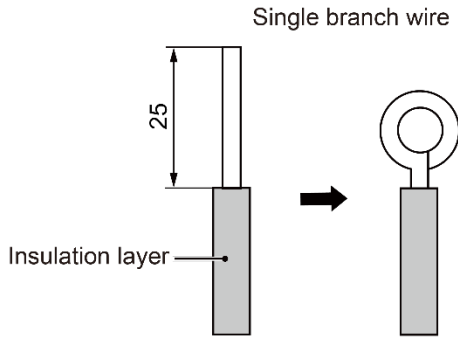

Fig.5.1.1
(1) Conexión del cable (como se muestra en la Fig.5.1.1)